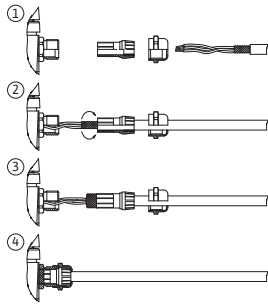

Fig. 24: Schermklem
Het scherm wordt via de kabeldoorgang met de elektronicamodule verbonden. Zie Fig. 24.
De kabel van de digitale ingangen, analoge ingangen en buscommunicatie moeten via de metalen kabelschroefverbinding van de kabeldoorgang (Fig. 18, pos. 4, 5 en 6) zijn afgeschermd. Zie voor afscherming Fig. 24.